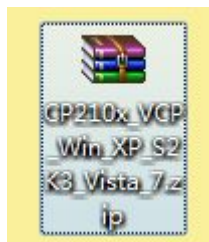

图 4 安装压缩包图标
- 1、获取安装压缩包后，鼠标右键点击如图 4 所示图标进行解压。